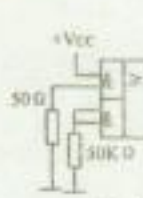

图 2
11. 已知 TTL 门电路的开门电阻为 $2K\Omega$, 关门电阻为 800Ω , $V_{OH}=3.6V$, $V_{OL}=0.3V$ 。CMOS 逻辑门 $V_{OH}=5V$, $V_{OL}=0V$ 。若图 2 所示逻辑电路为 TTL 门, 则输出电压 $F=$ 00 V, 若图 2 为 CMOS 逻辑门, 则输出电压 $F=$ 07 V。